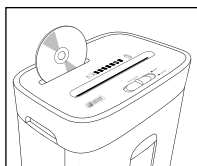

Fig. 9
Introduza o CD por cima e no centro da abertura de corte para CD/cartão de crédito ② (ver fig. 9). Pode cortar apenas um CD de cada vez.